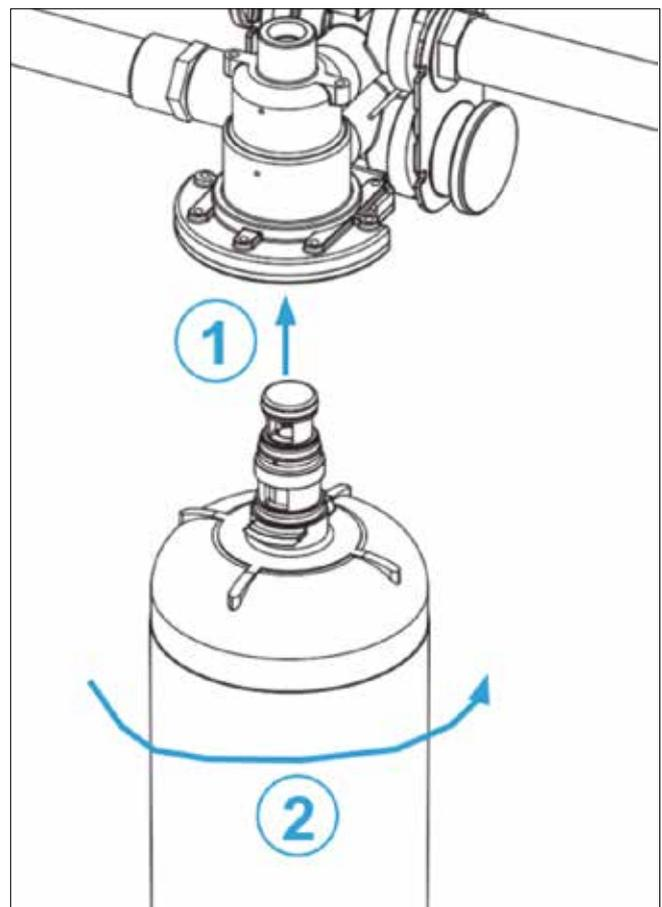

Figura 6. INSTALACIÓN DEL CARTUCHO
1. Instale el filtro en el colector insertándolo en el cabezal del colector y girándolo rápidamente un cuarto de vuelta a la derecha (en el sentido de las agujas del reloj) hasta que quede completamente encajado (Figura 6).